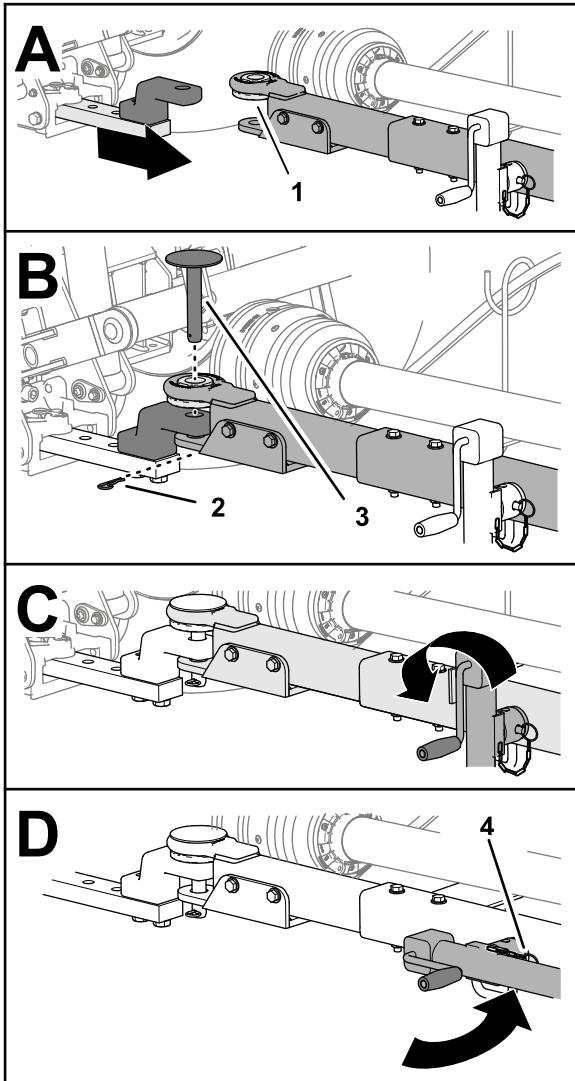

Figura 23
attraverso i fori nella barra di traino e nel timone e fissate il perno con la coppiglia (Figura 23).
6. Sollevate completamente il martinetto (Figura 23).
7. Rimuovete il perno che fissa il martinetto alla barra di traino, ruotate in orizzontale il martinetto e fissate il martinetto sulla barra di traino con il perno (Figura 23).